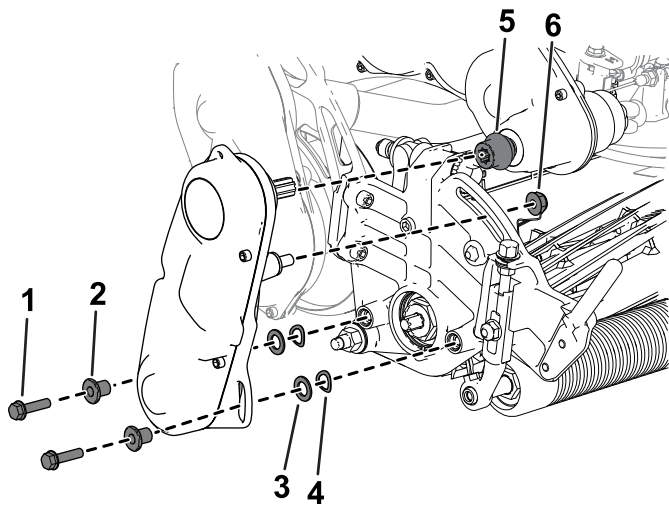

Figure 48
3. Déposez l'entraînement du cylindre de l'unité de coupe (Figure 48) et conservez les fixations.